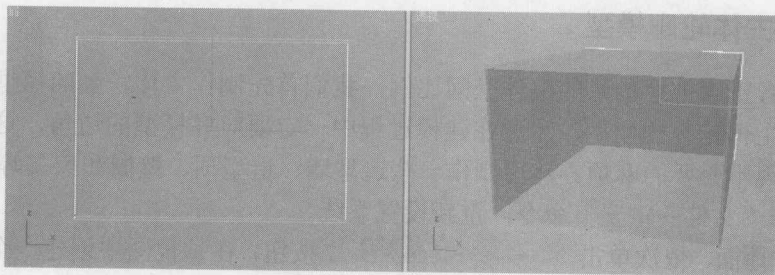

图 1-5 创建好的主体框架
(6) 通过复制地面制作出顶, 并调整好顶的位置。效果如图 1-5 所示。